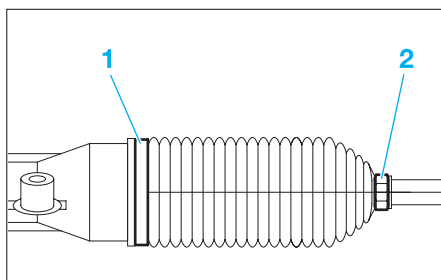

FIG. 3
- Déposer les colliers (1) et (2) (côté droit) (Fig.3).